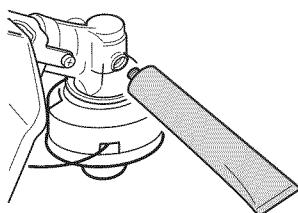

Fig. 28
**Boîte d'engrenages (Fig. 28)**